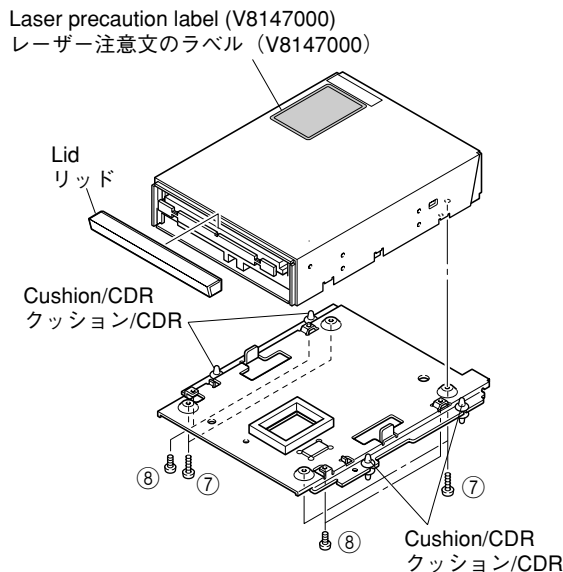

Fig. 6
- When replacing the CDR mechanical unit, be sure to order a laser precaution label and a radiation sheet as spare parts and attach them to the new CDR mechanical unit. (Refer to the figure 6 and 7 in P11.)
- CDRメカユニット交換の際には、レーザー注意文のラベルおよび放熱シートも部品発注して、新しいCDRメカユニットに貼り付けてください。(11ページのFig. 6および7参照)
- Remove 4 screws (⑦) and (⑧) respectively and then remove the lower frame. (Fig. 6)
- Remove the lid upward. (Fig. 6)
- ⑦のネジ4本、⑧のネジ4本を外し、下フレームを外します。(Fig. 6)
- リッドを上方へ外します。(Fig. 6)
- Attach the laser precaution label on the upper frame of the new CDR mechanical unit. (Fig. 6)
- Fit the lid to the new CDR mechanical unit. (Fig. 6)
- Install the lower frame and fix it with 4 screws (⑦) and (⑧) respectively. (Fig. 6)
- 新しいCDRメカユニットの上フレームに、レーザー注意文のラベルを貼り付けます。(Fig. 6)
- 新しいCDRメカユニットにリッドをはめ込みます。(Fig. 6)
- ⑦のネジ4本、⑧のネジ4本で、下フレームを取り付けます。(Fig. 6)
At this time, check to make sure that 4 pieces of cushion / CDR attached to the lower frame are fitted in the holes in the chassis properly. (Fig. 6)
このとき、下フレームに付いている4個のクッション/CDRがシャーシの穴に正しく入っていることを確認します。(Fig. 6)